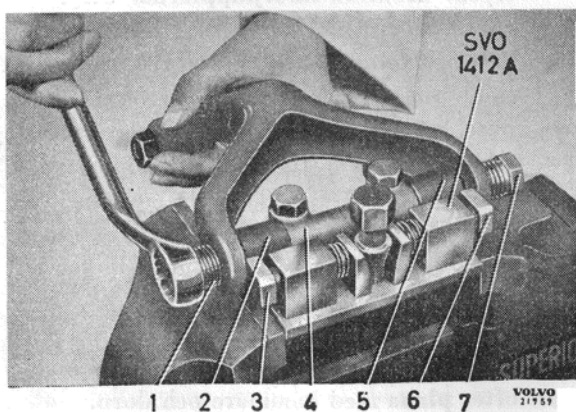

Bild 15. Montering av axel i övre länkarm.
1. Montera gummiskydden (2 resp. 5 bild 15)